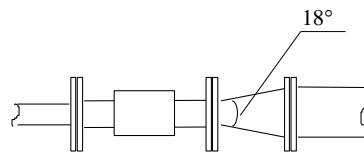

Рисунок 3
- внутренний диаметр прямолинейных участков трубопровода должен быть равен Ду ППР с отклонением не более $\pm 2\%$; если отклонение диаметра трубопровода от Ду ППР более $\pm 2\%$, то сочленение ППР с трубопроводом следует выполнять посредством конических патрубков конусностью не более 18° (см. рисунок 3) или посредством концентрических переходов по ГОСТ 17378;